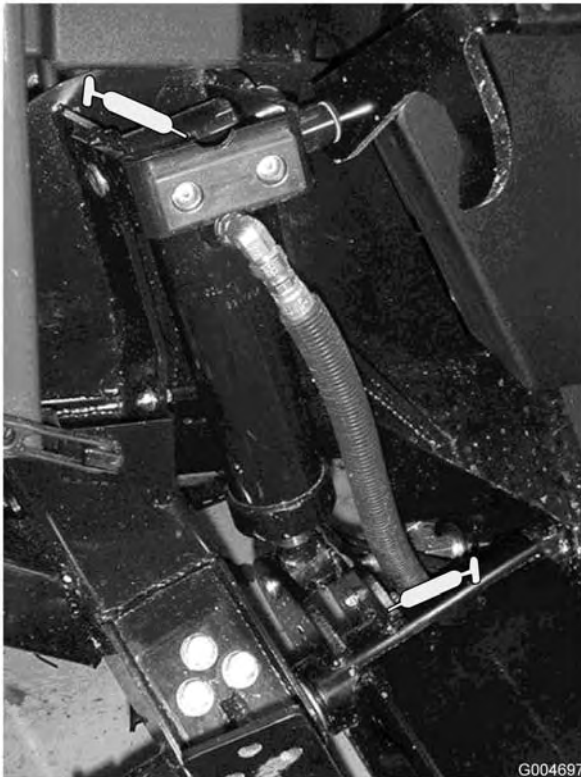

Figura 45
- Casquillos de los cilindros de elevación (4) (Figura 45).